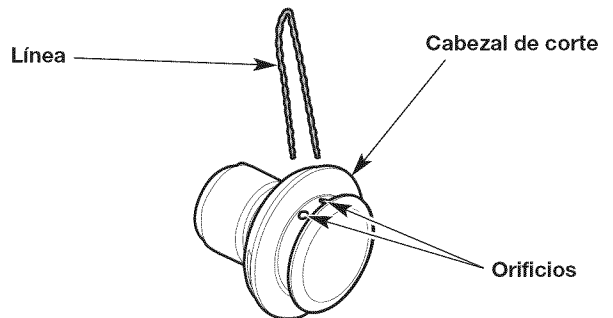
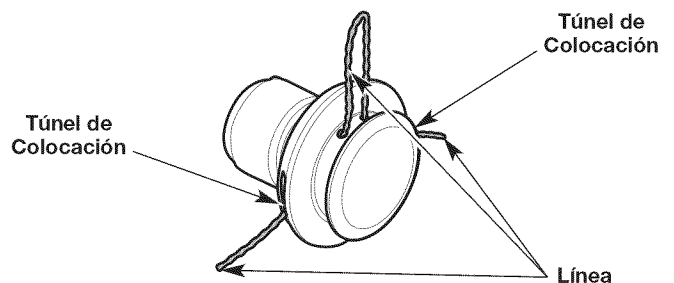

Fig. 23
Fig. 24
3. Inserte los extremos del nuevo hilo de recorte dentro de los orificios del cabezal de corte (Fig. 23). Empuje el hilo a través de los orificios hasta que ambos extremos sobresalgan de los conductos de posicionamiento (Fig. 24).